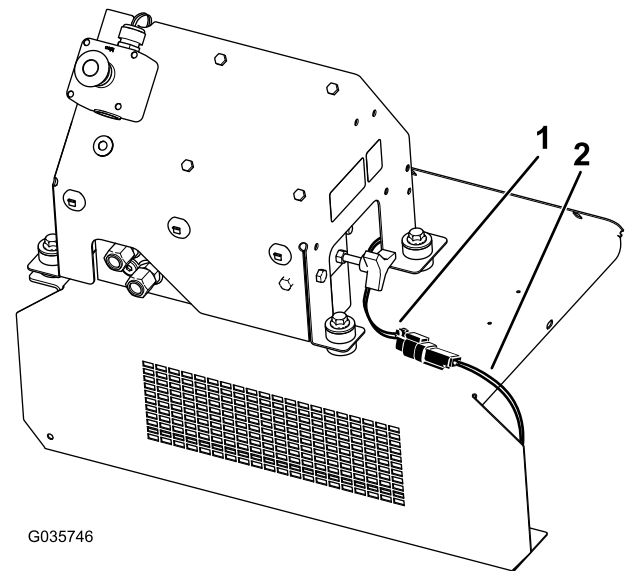

図 15
17. 電源プラグコネクタを中間ハーネスに接続する。 図 15